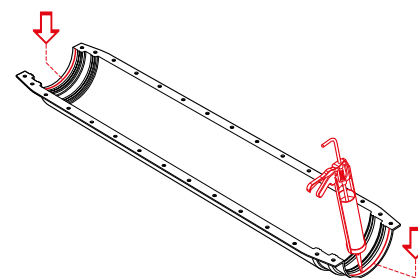

Рис. 4.8.3
3. Нанести герметик на обе половины защитного кожуха в местах последующего прилегания поверхности защитных оболочек труб (рис. 4.8.3).